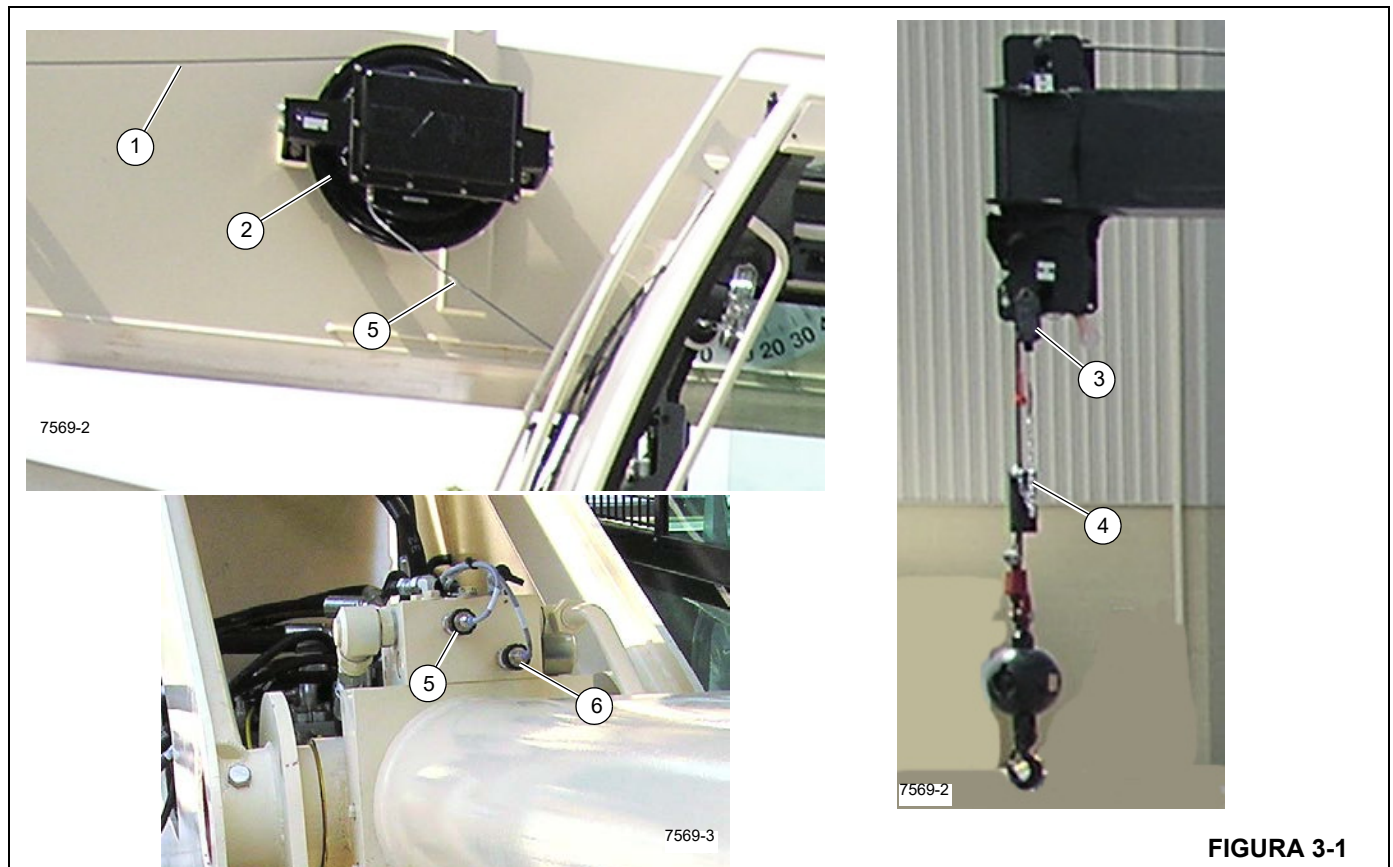

FIGURA 3-1
O cabo do A2B da lança (1, Figura 3-1) vai do carretel do A2B no lado externo da lança ao conjunto da chave do A2B (3). O cabo do conjunto da chave do A2B está fixado ao peso do dispositivo anticolisão do moitão.